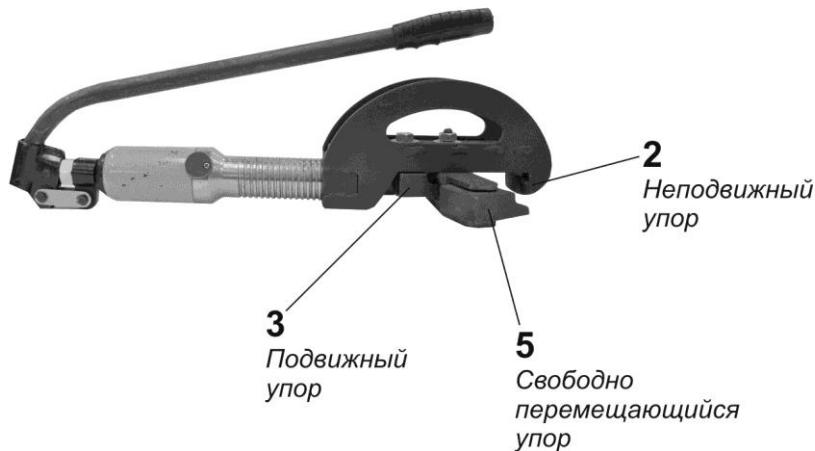

Рисунок 5
5.2.2.1 Передвинуть свободно перемещающийся упор 5 приспособления №1 вплотную к подвижному упору 3 (см. Рисунок 5).